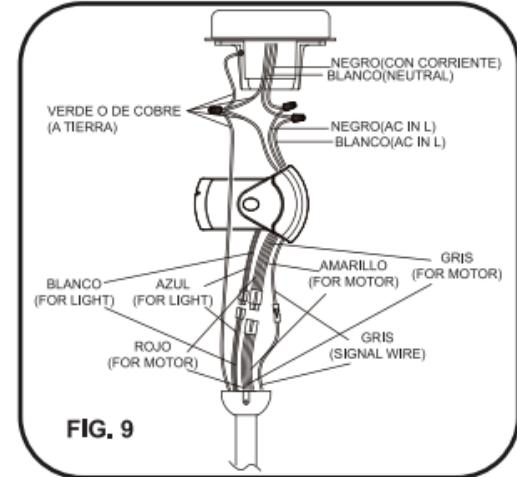

FIG. 9
Paso 1. Conexiones eléctricas de los cables de suministro del receptor a la casa: conecte el cable BLANCO (neutro) de la caja de distribución al cable BLANCO marcado 'AC in N' del receptor. Conecte el cable NEGRO (corriente) de la caja de distribución al cable NEGRO marcado 'AC in L' del receptor. Fije todas las conexiones con las tuercas de plástico incluidas. (Fig. 9)
Paso 2. Si su caja de distribución tiene un cable a TIERRA (verde o cobre pelado) conecte este cable a los cables de Tierra de la esfera de suspensión y el soporte de suspensión. Si su caja de distribución no tiene un cable a tierra, una los cables de la esfera de suspensión y del soporte de suspensión de tierra. Alambre de conexión segura con el conector de cable de plástico suministrada .(Fig. 9)